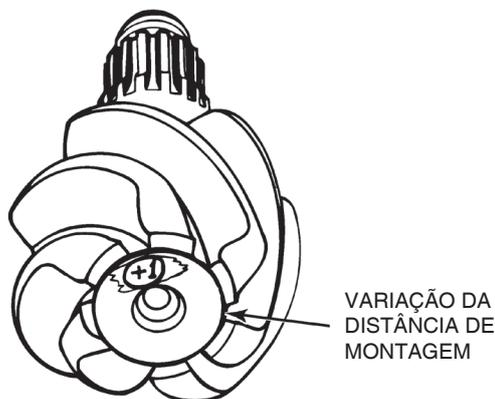

Figura 5.3
2. Veja a variação da distância de montagem (PC) gravada no pinhão que você irá substituir. Anote este número. Figura 5.3. O valor desta variação pode ser um dos valores seguintes: